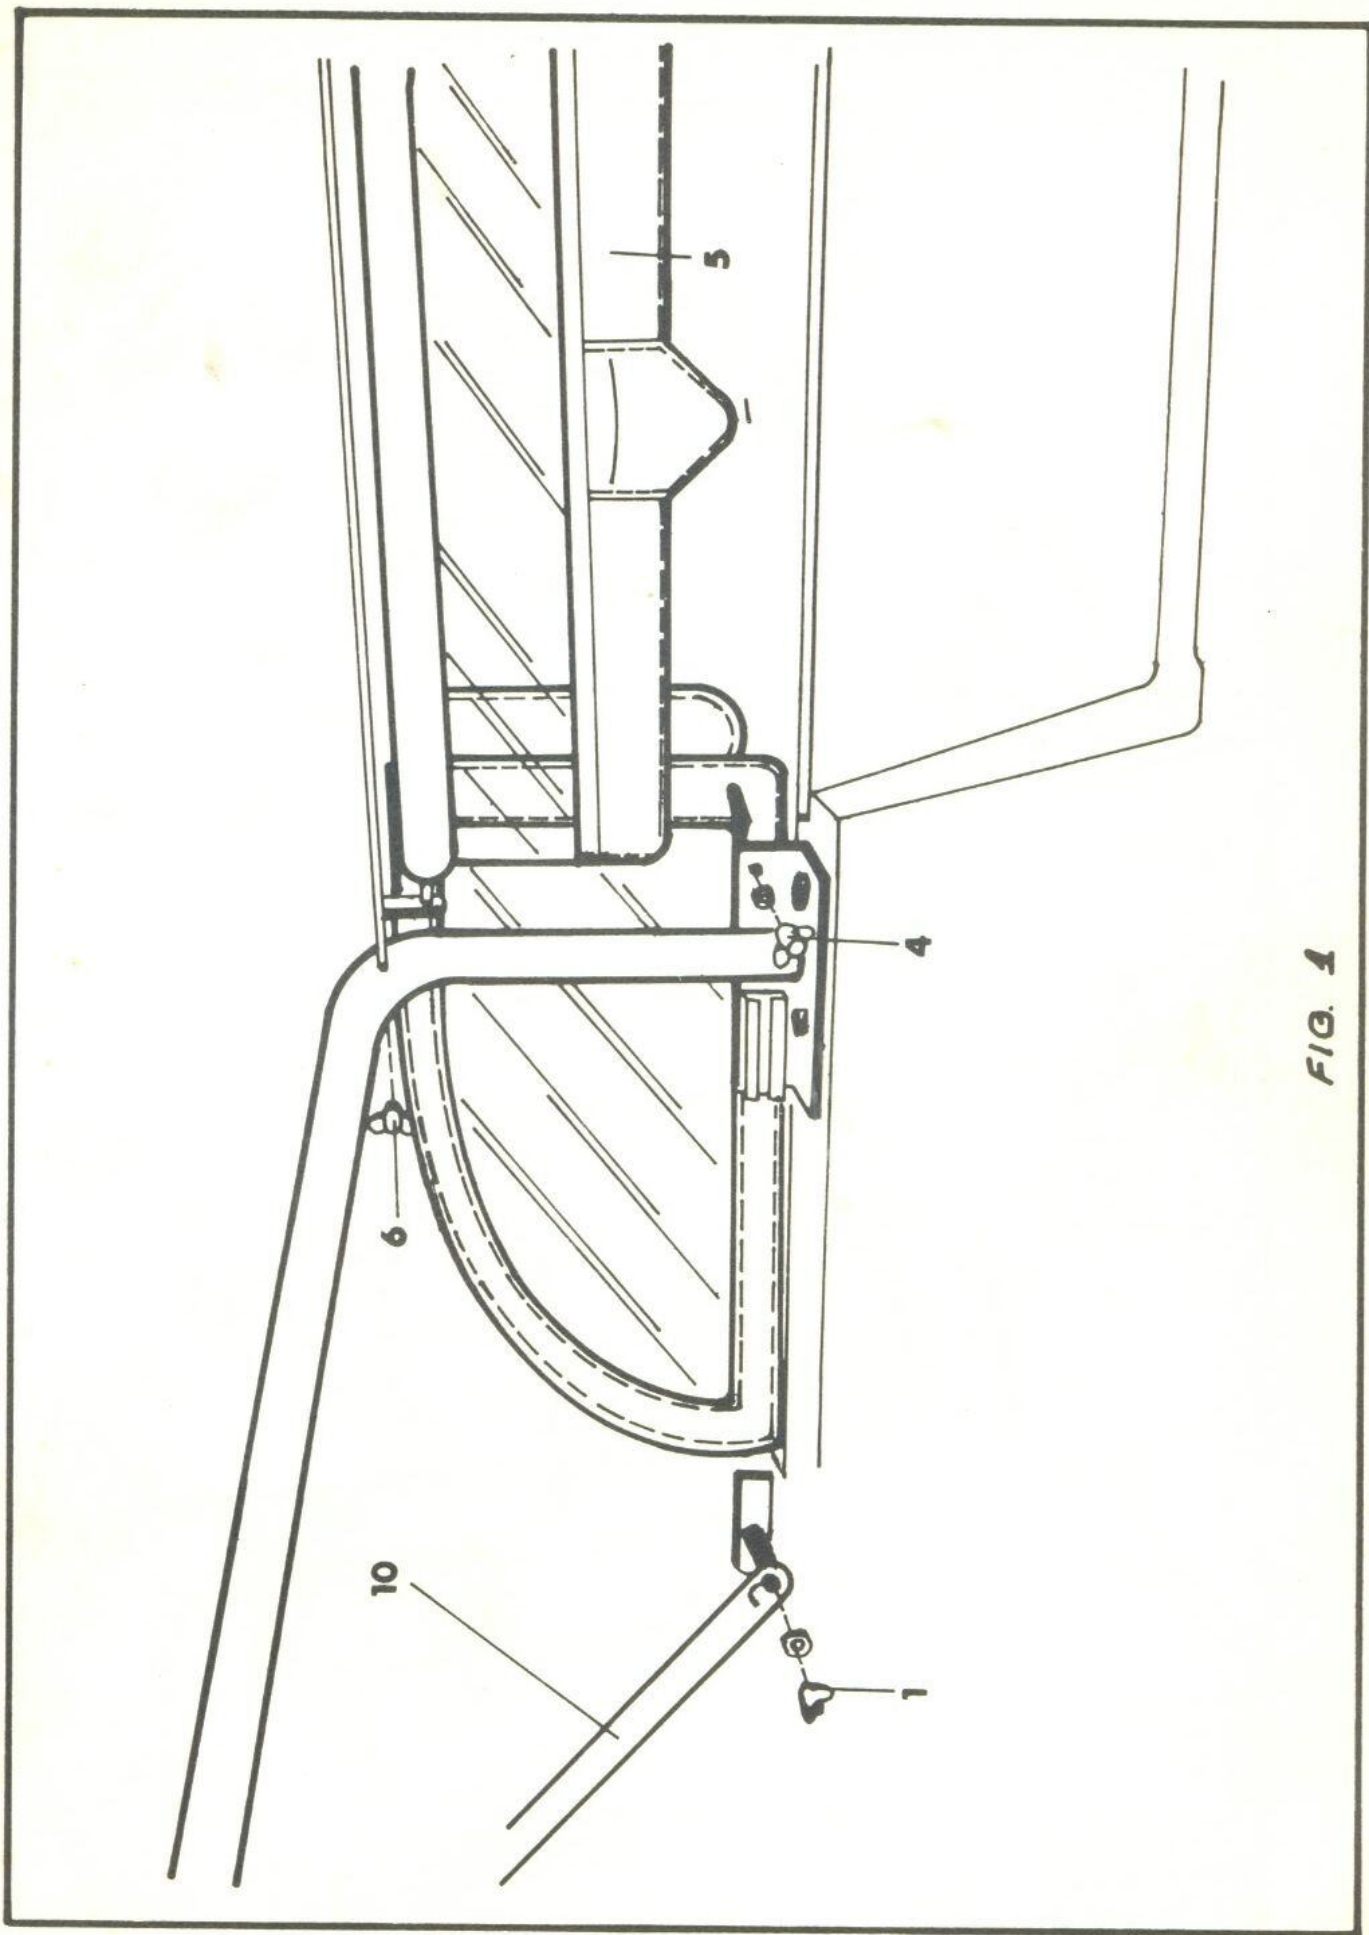

FIG. 1
- 2 — Soltar as borboletas de fixação do cajado (item 1 — fig. 1).
- 3 — Rebater o cajado no sentido da traseira do veículo (item 10 — fig. 1).
- 7 — Para retirar as laterais traseiras basta apenas remover as borboletas (item 4 — fig. 1) e desengatá-las do parafuso (item 7 — fig. 2).
- 8 — Para remover as cortinas (item 5 — fig. 1), basta soltar as borboletas (item 6 — fig. 1). Para que as cortinas se soltem, deve-se levantar a parte presa ao parabrisa, tracionando-as para a dianteira do carro, desencaixando os pinos roscados, onde, inicialmente estavam localizadas as borboletas (item 6 — fig. 1).